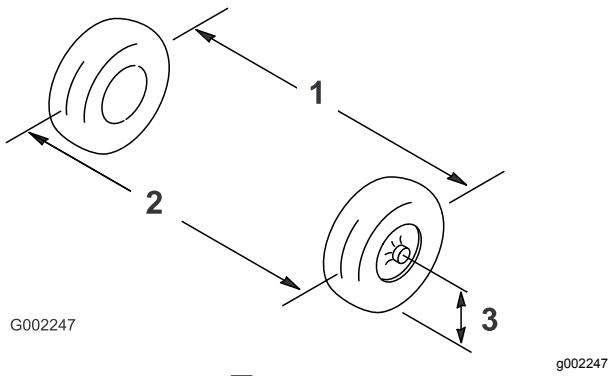

图 84
2. 以轮轴的高度为标准、分别测出两个前轮的轮前距离和轮后距离 图 84。